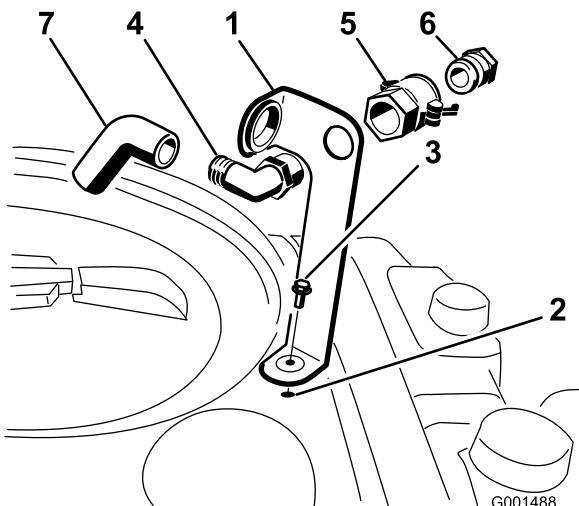

Figura 3
- Coloque o suporte do reservatório de enchimento sobre o orifício roscado no depósito e fixe-o com um parafuso de cabeça flangeada (5/16 x 3/4 pol.) (Figura 3).
- Coloque a parte rosada do encaixe em cotovelo de 90 graus no suporte e apertar o acoplador rápido, fixando-o ao suporte (Figura 3).
- Instale o adaptador da tubagem no acoplador rápido (Figura 3).
- Bloqueie o adaptador na posição correcta, girando as alavancas em direcção ao adaptador, e depois fixe-as com os pernos de gancho (Figura 3).
- Coloque o tubo anti-sifão pela a abertura larga no suporte e pela extremidade dentada do encaixe em cotovelo de 90 graus (Figura 3).